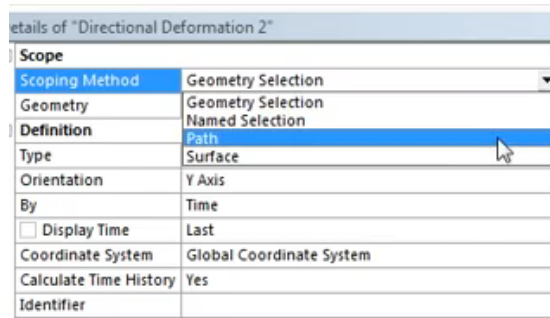

Рис. 17
*Details of Deformation2* → *Scoping Method* → *Path* (рис. 17)